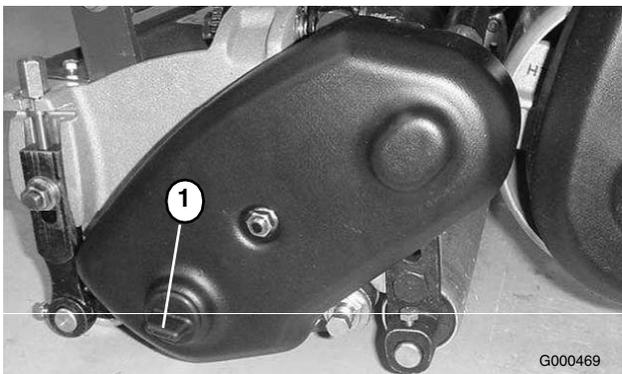

Bild 56
1. Nehmen Sie die Schraube von der Spindeltriebsabdeckung an der linken Seite der Spindel ab (Bild 56).